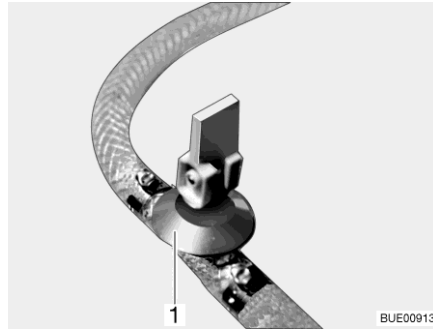
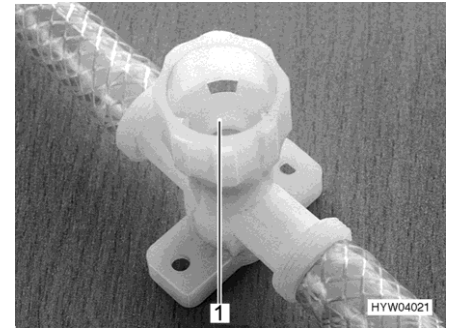

Bild 179 Ablasshahn (mit Kipphebel)
Bild 180 Ablasshahn (mit Drehkappe)
- Alle Ablasshähne öffnen. Dazu den Kipphebel des Ablasshahns (Bild 179,1) senkrecht stellen oder die Kappe des Ablasshahns (Bild 180,1) entgegen dem Uhrzeigersinn drehen.